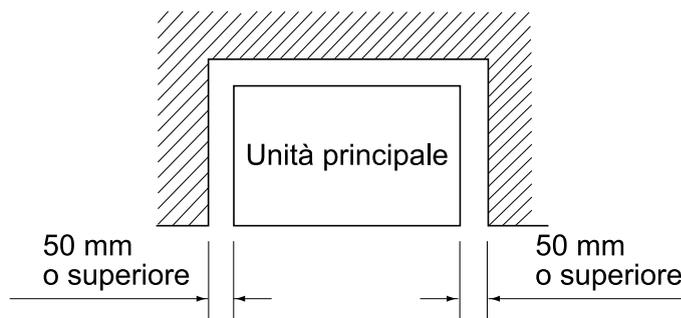

Fig. 2
(1) Selezionare un punto di installazione che soddisfi le condizioni indicate di seguito e abbia l'approvazione del cliente.
- Dove ingresso ed uscita dell'aria non siano bloccati e possa essere garantito spazio sufficiente per manutenzione e cura. **(Vedere la Fig.2)** (In caso contrario, la capacità potrebbe ridursi a causa di un cortocircuito.)